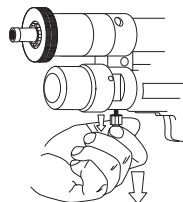

рис. 16
- 3) Потянуть защитную гайку вниз до разблокировки инструмента (рисунок 16);